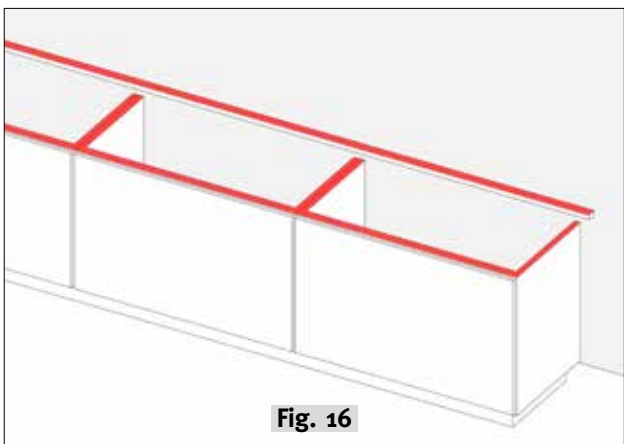

Fig. 16
- 3c. Con el fin de evitar tensiones en la mesada como resultado del peso de la unidad de cocción, la mesada debe estar totalmente sostenida en el lado izquierdo, derecho, delantero y trasero de la unidad PITT cooking (**fig. 16**). Aconsejamos sostener la mesada con un bastidor de largueros y travesaños.